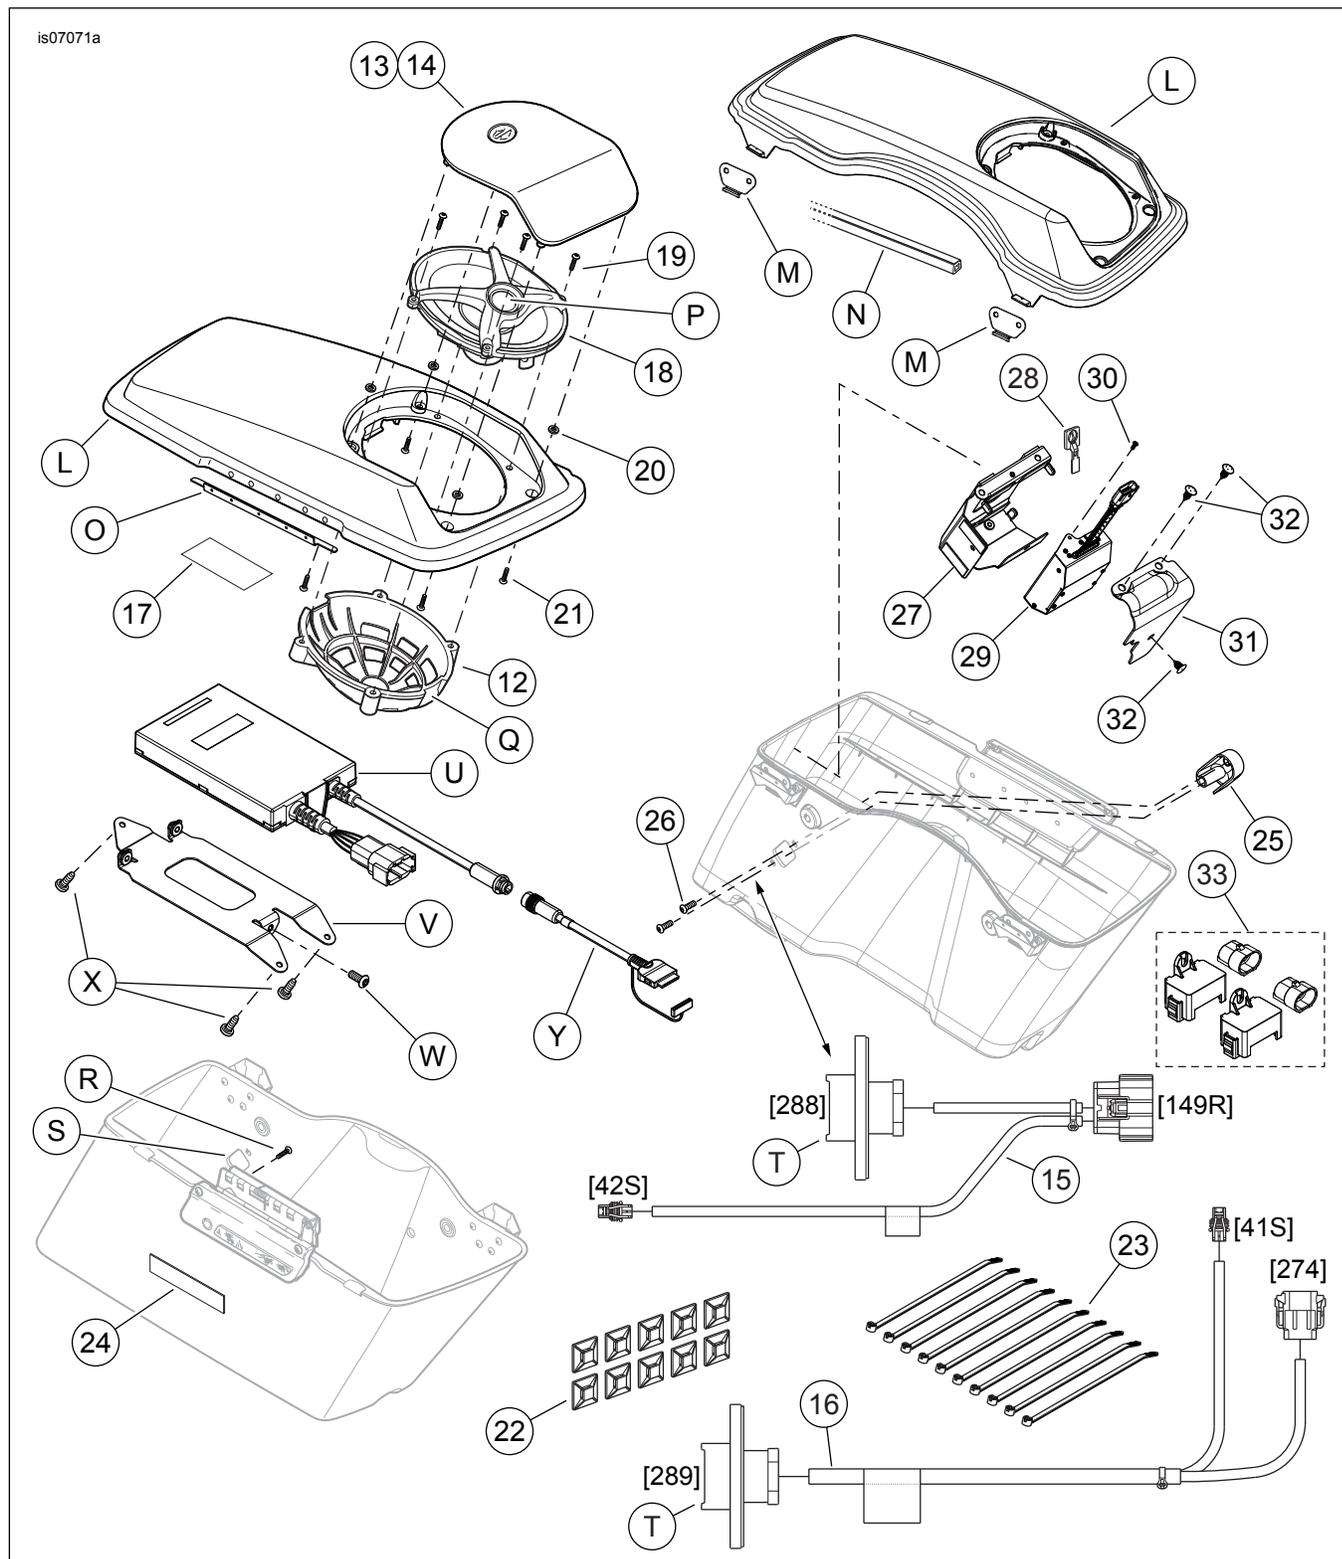

Figura 12. Peças de reposição, Sistema Touring personalizado de áudio; Componentes do alforje (veja Tabelas 4 e 5)
As tampas herméticas (veja Figura 12, item 33) são fornecidas para proteger os conectores do alforje e da carenagem inferior **no veículo** quando esses itens forem removidos para limpeza ou serviço.
**Tabela 4. Peças de reposição, tampas do alforje modelo Touring com suporte do alto-falante (veja Figura 12)**
**Tabela 5. Peças de reposição, Sistema Touring personalizado de áudio; Componentes do alforje (veja Figura 12)**